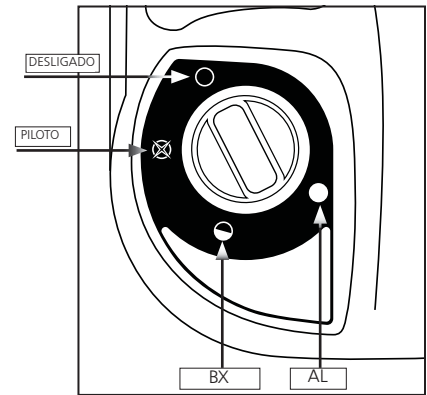
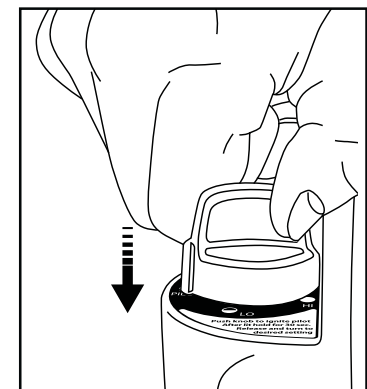

Figura 1: Botão de Controle
Figura 3: Ignição
- Certifique-se das quatro posições do Botão de Controle se está na posição "OFF" (desligado) (ver a Figura 1).
- Gire o Botão de Controlo para a esquerda para a posição "PILOT"  e pressione para acender; ver a Figura 1 e Figura 3.
- Depois que a parte de cima do queimador se transformou em um laranja brilhante, ajuste a saída de calor ao girar o Botão de Controlo para a posição dese- (ajuste de "LO"  ou "HI"  Figura 1.